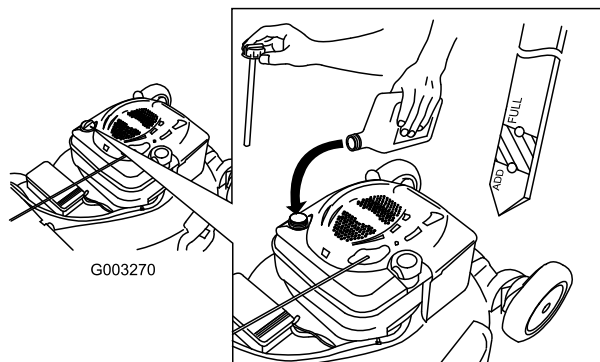

Рисунок 37
4. **Медленно** заливайте масло в маслозаливной патрубок до тех пор, пока уровень масла не достигнет отметки **Full (ЗАПОЛНЕНО)** на масломерном щупе (Рисунок 37). Проверка уровня масла с помощью щупа производится через 3 минуты после долива. **Не допускайте переполнения картера.** (Макс. объем масла: 0,59 л (20 унций.), тип: автомобильное моющее масло (SAE 30), имеющее классификацию API: SF, SG, SH, SJ, SL или выше.)